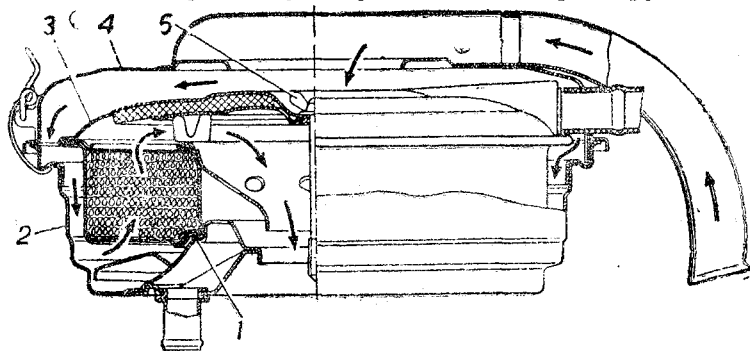

Рис. 19. Воздушный фильтр:
**Воздушный фильтр** (рис.19) служит для очистки воздуха, поступающего в карбюратор. Он работает нормально до тех пор, пока капроновые нити набивки фильтрующего элемента покрыты пленкой масла. При сухом фильтрующем элементе пыль при работе проходит в цилиндры двигателя и значительно увеличивает его износ. Промывку и промасливание фильтрующего эле-